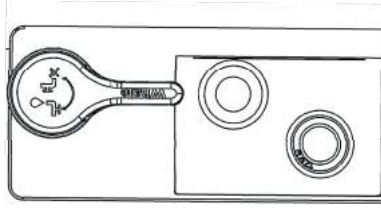

Fig. 35A Válvula de drenaje - Posición cerrada
- Paso 1:** Antes de su puesta en uso o de volver a llenarlo tras haber sido vaciado, revisar que la válvula de drenaje esté cerrada (ver Fig. 35A) y llenar el sistema con agua limpia y fresca.